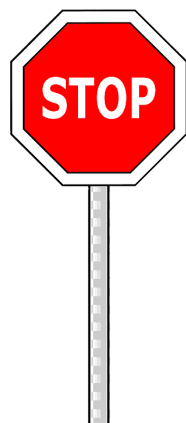

Figura 4: Ejemplo de señal de alto.
1. **Reconocimiento de señales de tránsito.** Consiste en cubrir el circuito de inicio a fin sin abandonar el carril correspondiente. En algún punto de la pista, seleccionado aleatoriamente de un conjunto predefinido de puntos, se colocará una señal de alto. El vehículo debe detenerse por completo junto a la señal de alto y después continuar con el recorrido del circuito. La figura 4 muestra un ejemplo de la señal a utilizar.